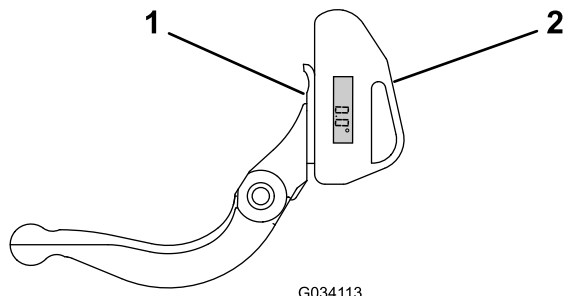

図 34
1. 図 34に示すように、ベッドナイフの底部に傾斜計をセットする。